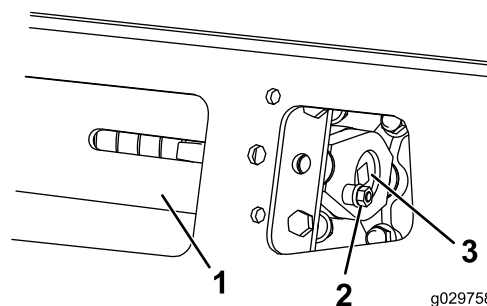

Figure 59
3. Enlevez le boulon de blocage, l'entretoise et l'écrou (Figure 59).
5. Alignez l'encoche la plus proche dans la vis de tension et le trou du boulon de blocage, et fixez la vis avec le boulon et l'écrou de blocage (Figure 59).
4. Enlevez le boulon et l'écrou de blocage (Figure 59).
5. À l'aide d'une clé à cliquet de 1/2 pouce, tournez la vis de tension dans le sens horaire pour détendre la transmission (Figure 59 et Figure 65).